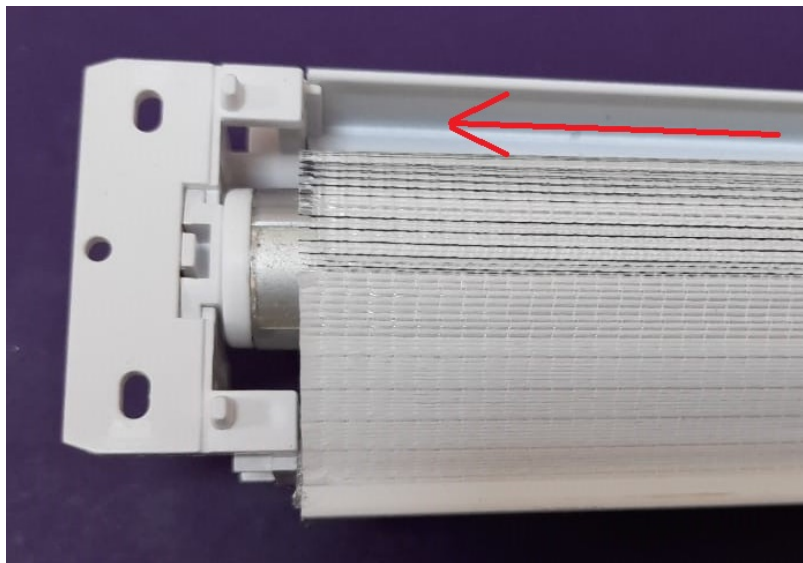

Рис. 4.16
4.11. Вставить трубу с заглушкой во вставку кронштейна (Рис. 4.16)